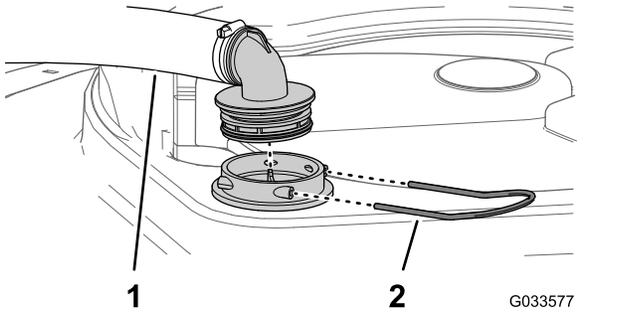

图 102
2. 在打药机药缸的顶部拆下固定从过滤器外壳连接至大软管的软管接头的卡环图 102。
3. 从过滤器外壳上拆下软管和软管接头图 102。